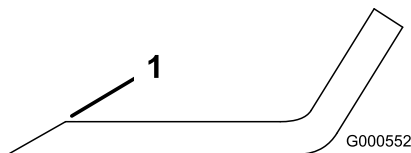

図 66
1. ブレードは、左右の刃先をやすりで磨く 図 66。
**注** もし傾くようなら、重い方の裏面を少し削って調整する 図 66。